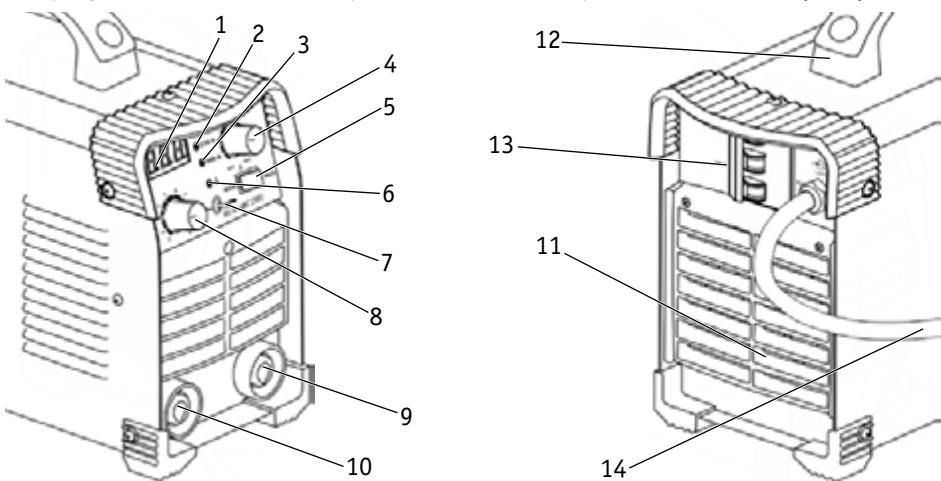

Рис. 6.1. Вид спереди и сзади.
- 4.** Перейдите в режим MMA (См. рис. 6.1, п. 7) на передней панели сварочного аппарата.
- 5.** При необходимости включите или выключите режим VRD (См. рис. 6.1, п.5) на передней панели сварочного аппарата.